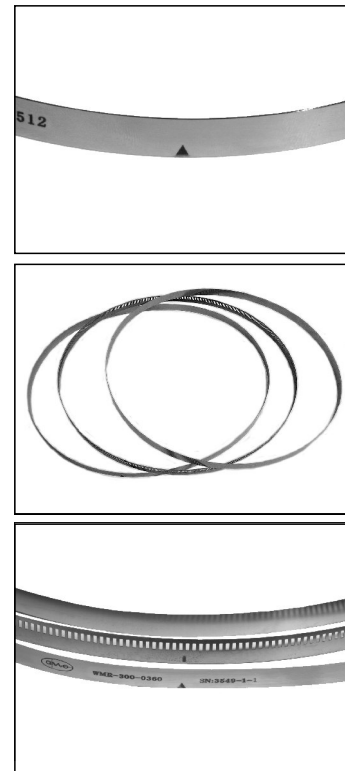

Bild 1
Der Messring besteht aus drei Edelstahlfolien, einem blanken Trägerring (1), einem Gitterring mit Referenzfenster und Messteilung (2) und einem Abdeckring als Schutzband (3) (Bild 1).
The measuring ring consists of three concentric rings of stainless steel, a carrier ring (1), a grating ring (2) and a protection ring (3) (fig. 1).